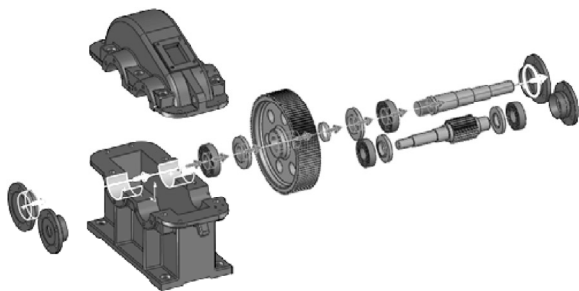

图 5-71 创建追踪线
STEP 10 单击“装配”工具栏中的“爆炸直线草图”按钮, 依次选择一条轴线上零件的圆柱面，单击“确定”按钮，创建追踪线，如图 5-71 所示，然后通过相同操作创建另外两条步骤路线即可完成整个爆炸视图的创作。